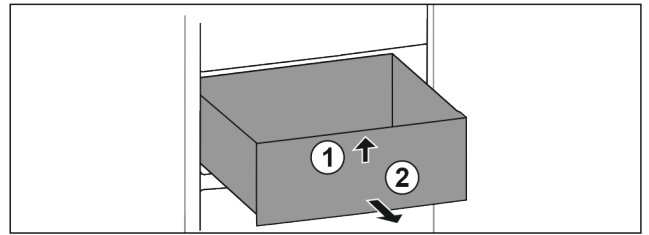

Fig. 58
- ▶ Lade aan de voorkant optillen. Fig. 58 (1)
- ▶ Lade naar voren toe verwijderen. Fig. 58 (2)